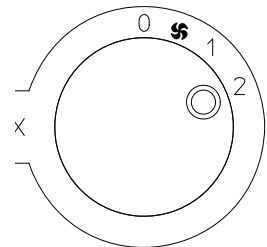

fig. 5
- Zur Aktivierung der Funktion **HÖCHSTLEISTUNG** drehen Sie den Knopf "B" (Abb. 1) so, dass der Bezug "I" mit dem Symbol "2" auf der Bedienkonsole (Abb. 5) zentriert ist.